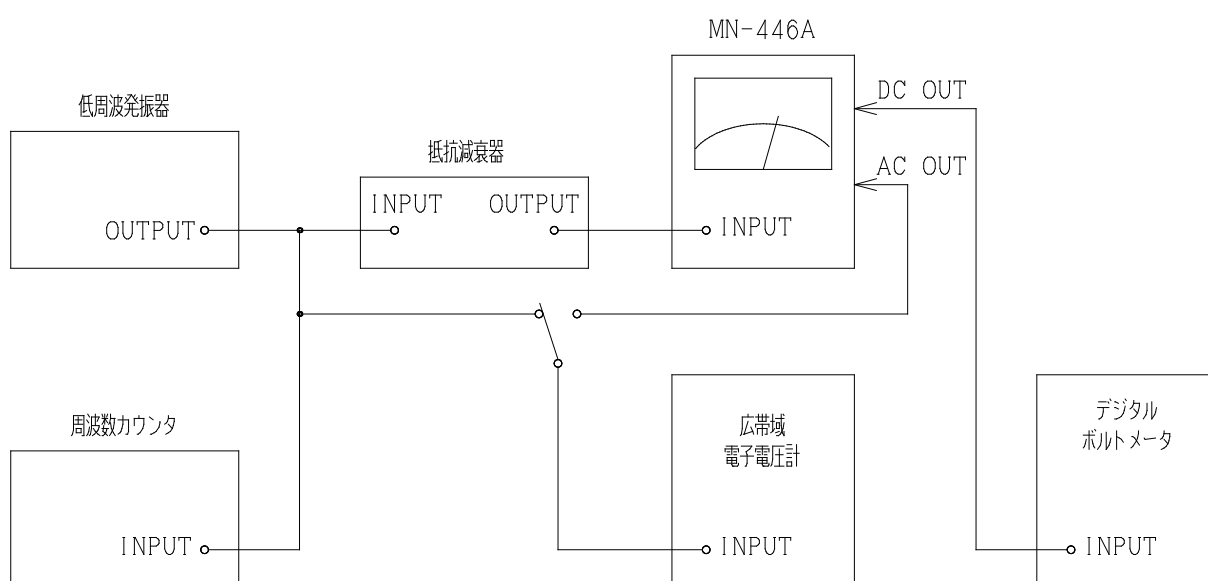

図 4
- 1) 本器と、低周波発振器、周波数カウンタ、抵抗減衰器および広帯域電子電圧計を、図 4 のように接続します。
- ⑤「RANGE」スイッチ……………「1V、0dB」
- ⑥「SENSITIVITY」ツマミ……………「CAL」
- 1) 本器と低周波発振器、周波数カウンタ、抵抗減衰器、及び広帯域電子電圧計を図 4 (39頁)のように接続します。
- ⑤「RANGE」スイッチ……………「 1V 、 $0\text{dB}\mu$ 」
- ⑥「SENSITIVITY」ツマミ……………「CAL.」
- ⑧「RESPONSE」スイッチ……………「AVER.」
- ⑪「WEIGHTING」スイッチ……………「WIDE BAND」
- 5) ④「METER」が 1Vrms を指示していることを確認します。
- 6) ⑪「WEIGHTING」スイッチを「DIN/AUDIO」にします。